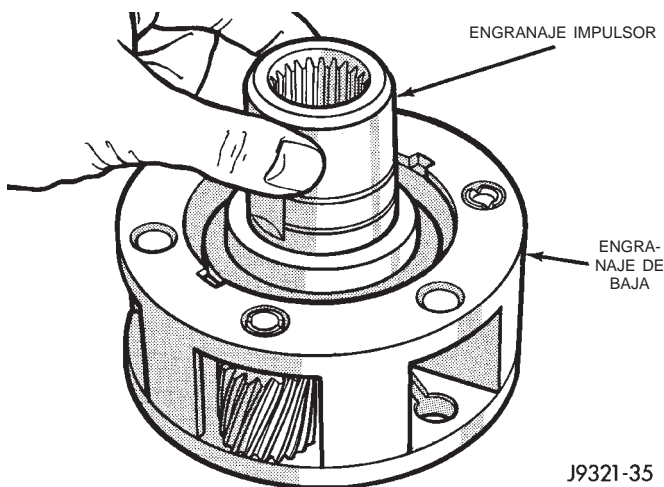

Fig. 38 Desmontaje del engranaje impulsor
- (4) Retire el engranaje impulsor (Fig. 38).